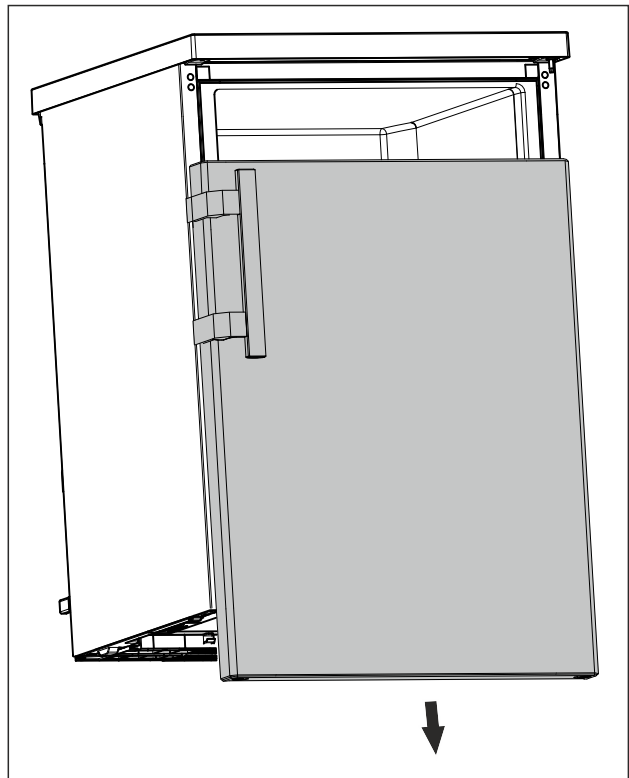

Fig. 14
- Retirer la porte vers le bas. (voir Fig. 14)